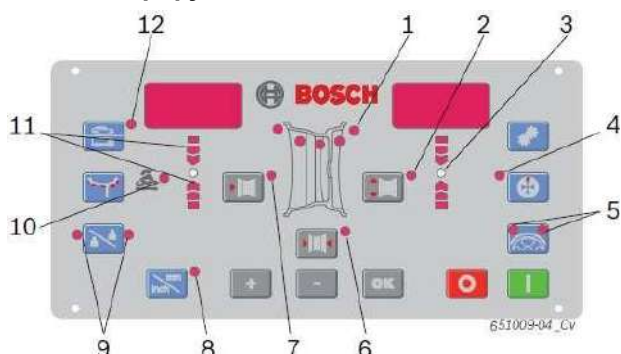

Рис. 4. Светодиоды на панели управления / поле индикации (позиции расшифровываются в нижеследующей таблице).
Благодаря светодиодам (рис. 4, поз. 1) отображаются положения плоскостей балансировки для каждой программы балансировки.
При выбранной программе балансировки **РАХ** дополнительно светится светодиод Рах (рис. 4, поз. 10).
Расстояние между серединами ободов сдвоенных колес не отображается. Однако правильное принятие значения может контролироваться при помощи поз. 7 (рис. 4).
- Выберите установленное расстояние между серединами ободов при помощи клавиши «-» или «+» (рис. 4, поз. 7).
- Выберите установленный диаметр обода при помощи клавиши «-» или «+» (рис. 4, поз. 2).
2. Выберите установленное расстояние между серединами ободов сдвоенных колес при помощи кнопки «-» или «+» для расстояния между серединами ободов сдвоенных колес (рис.4, поз. 6).
Светодиоды в форме стрелки (рис. 4, поз. 11) указывают, в каком направлении следует поворачивать колесо, чтобы достичь положения «12 часов» для крепления балансировочного грузика.
- ☞ Как только корректное положение для крепления балансировочного грузика будет достигнуто, загорается светодиод (рис. 4, поз. 3), и звуковой сигнал подтверждает корректное положение.
- ☞ Загораются оба светодиода кнопки **SPLIT** («РАЗДЕЛЕНИЕ») (рис. 4, поз. 5).